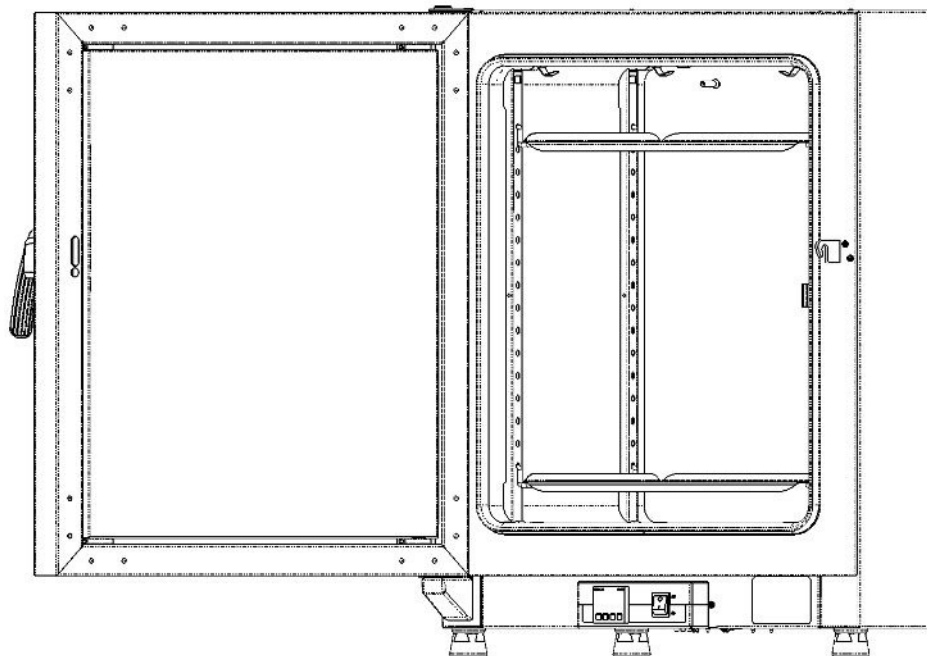

Abbildung 10-1. Austauschen der Türdichtung
2. Neue Dichtung mit der Klebestelle an der Anschlagseite der Tür an dem in Abbildung 10-1 mit dem Pfeil markierten Punkt ansetzen.